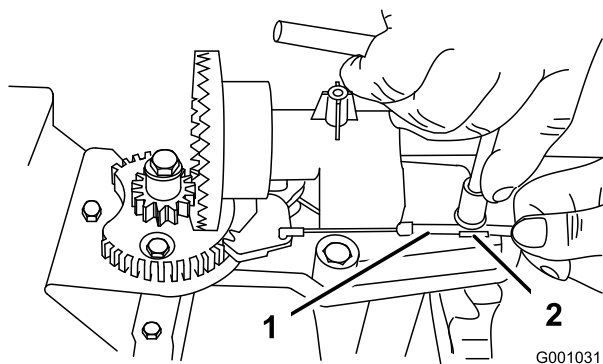
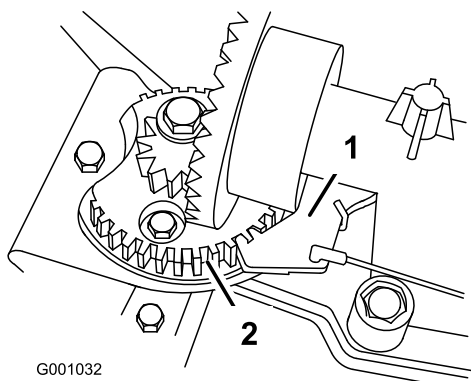

Figura 55
Figura 56
2. Allentate il bullone sul serrafilato per cavi (Figura 55).
3. Afferrate la guaina del cavo e spostatela verso la parte anteriore della macchina finché il fermo del camino di scarico non s'innesta completamente nei denti degli ingranaggi (Figura 55 e Figura 56).
Nota: Il fermo a molla si inserisce automaticamente tra i denti degli ingranaggi (Figura 56).